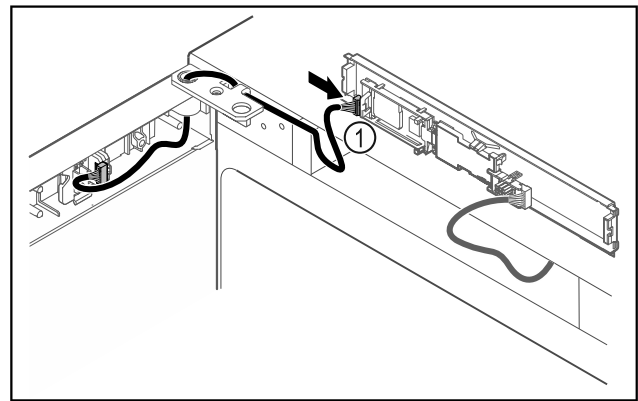

Fig. 49
- ▶ Įkiškite kištuką į plokštę Fig. 49 (1).